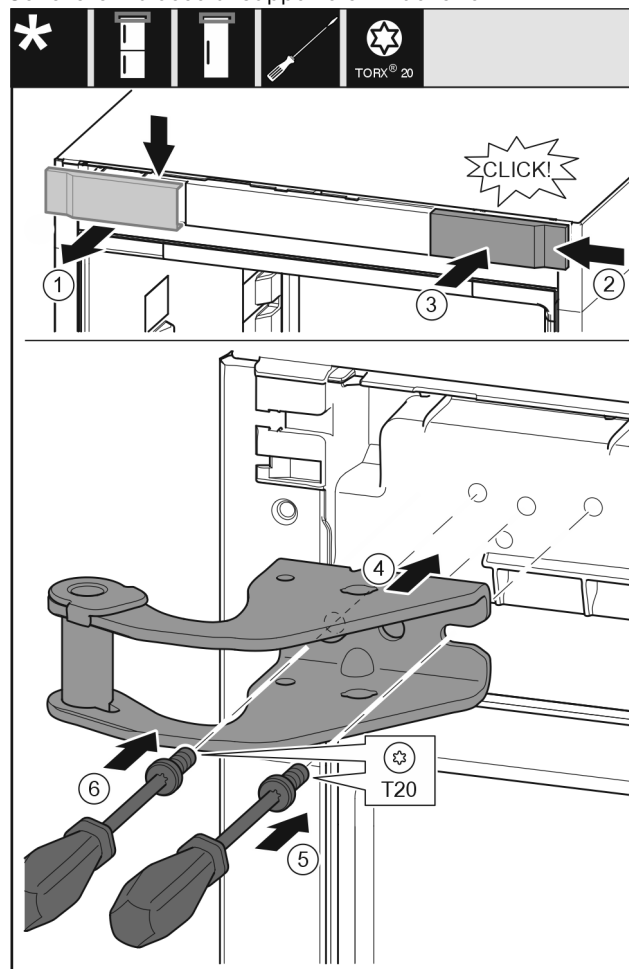

Fig. 11
- Rimuovere la copertura Fig. 11 (1) dall'alto in avanti.
- Agganciare da destra la copertura Fig. 11 (2) ruotata di 180° sull'altro lato.
- Innestare la copertura Fig. 11 (3).
- Applicare il blocco di supporto superiore Fig. 11 (4).
- Applicare la vite Fig. 11 (5) con un cacciavite e serrarla.
- Applicare la vite Fig. 11 (6) con un cacciavite e serrarla.